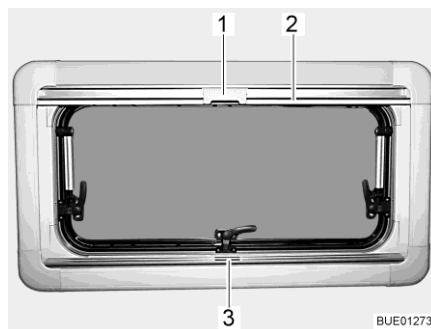

Bild 78 Ausstellfenster
- Faltverdunklung in der Mitte der Griffleiste (Bild 78,3) fassen, von unten nach oben ziehen und auf der gewünschten Höhe loslassen. Die Faltverdunklung bleibt in dieser Höhe stehen.
- Insektenschutzrollo an der Griffleiste (Bild 78,2) nach unten ziehen, bis es an der Griffleiste der Faltverdunklung (Bild 78,3) anstößt.
- Raste (Bild 78,1) am Insektenschutzrollo mit der Griffleiste der Faltverdunklung verriegeln.
- Raste (Bild 78,1) am Insektenschutzrollo oben nach hinten drücken.
- Insektenschutzrollo an der Griffleiste (Bild 78,2) langsam zurückführen.